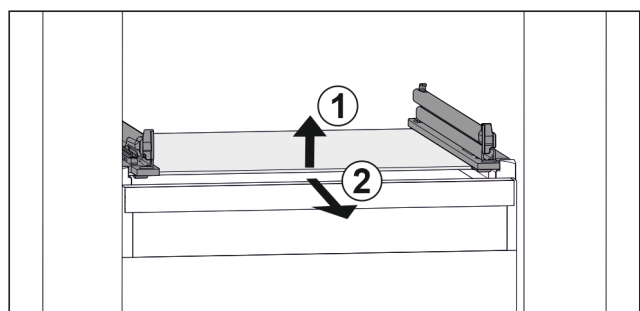

Fig. 97 Representación de la placa de vidrio a modo de ejemplo
- ▶ Levante la placa de vidrio por delante. Fig. 97 (1)
- ▶ Retire la placa de vidrio hacia delante. Fig. 97 (2)